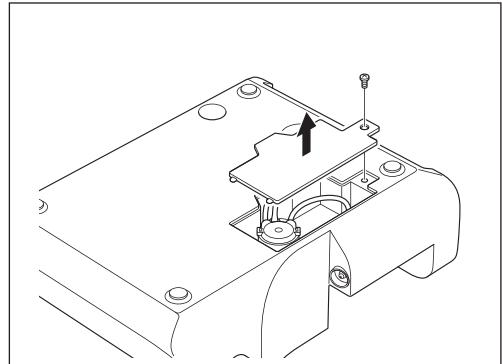

図53
- 2) コントロールユニットを裏返し、底面の注水ポンプカバーを留めているねじをプラスドライバーで取り外し、注水ポンプカバーを取り外します（図53）。